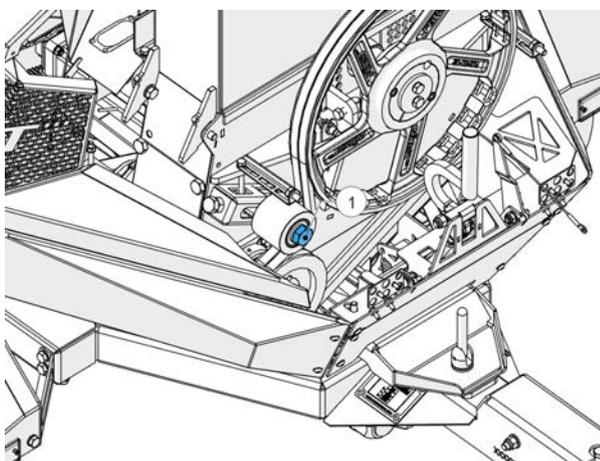

Figure 71 - Tendeur de courroie trapézoïdale
4. Localisez le tendeur de courroie principale (Figure 71).